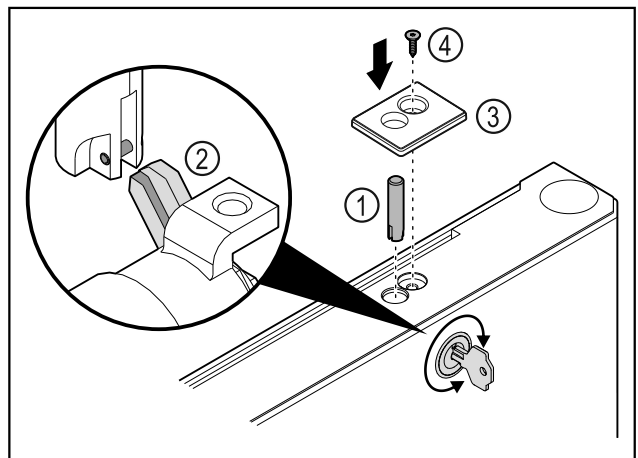

Fig. 47
► Вставити палець замка Fig. 47 (1).
► Трохи повернути замок, щоб палець замка Fig. 47 (2) зафіксувався в щілині замка.
► Вставте кришку Fig. 47 (3).
► Вставити гвинт Fig. 47 (4).